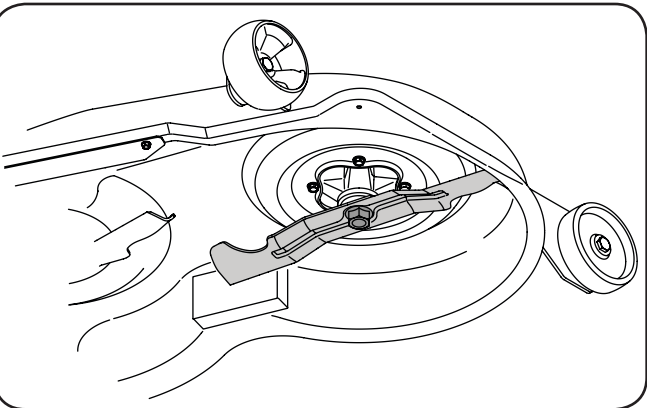

Figure 7-8
- 10. Installez la courroie sur la poulie motrice. Voir la Figure 7-8.